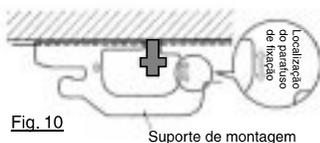

Fig. 10
1. Fixe o suporte de montagem no teto com os respectivos prisioneiros. Certifique-se de que os prisioneiros fiquem encaixados nos recortes marcados com setas. (Fig. 10)